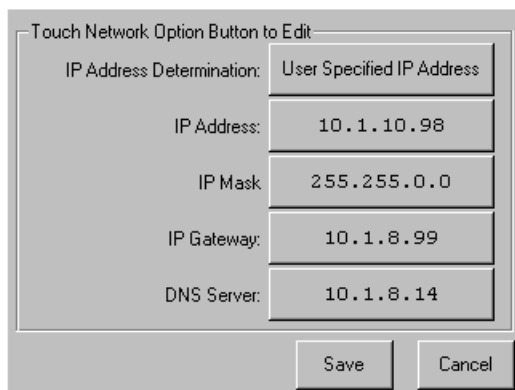

Figure 31 Écran de définition de l'adresse IP
2. L'écran IP Address Determination (Définition de l'adresse IP) s'affiche (reportez-vous à la Figure 31).
3. Touchez l'option **IP Address Determination** (reportez-vous à la Figure 31), puis sélectionnez l'option **User Specified IP Address** (Adresse IP spécifiée par l'utilisateur) (reportez-vous à la Figure 32).